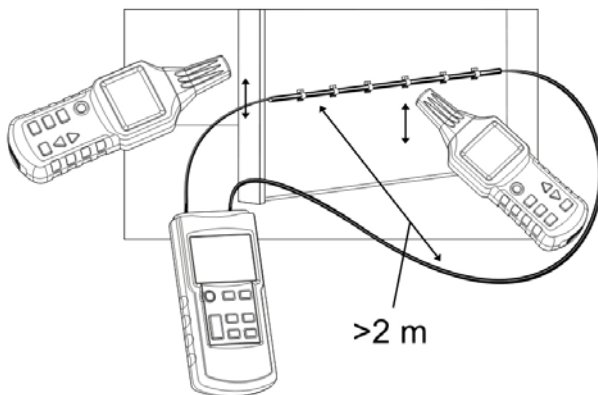

Fig.21
- Sluit de emitter aan op de wijze geïllustreerd op Fig. 21;